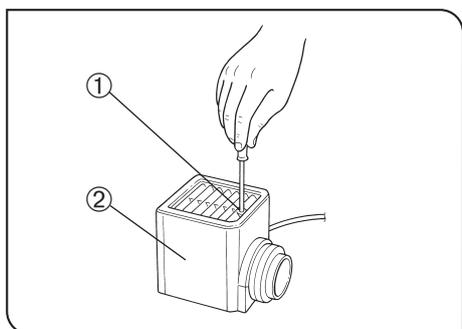

図 46
3 ハロゲンランプの取付け (図46～48)
- 5) ランプハウスを上からはめ込み、固定ねじ①を下に押付けながら締付けます。(図46)